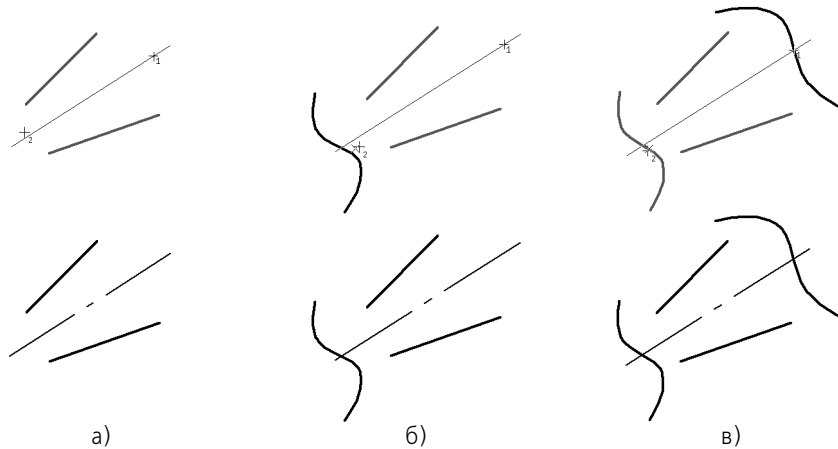

Рис. 28.42. Примеры построения автоосевой
2. Укажите начальную и конечную точки автоосевой (рис. 28.42, а).
Для задания границ автоосевой можно указывать кривые или вспомогательные прямые на чертеже. Границами осевой будут точки пересечения этих линий с прямой, содержащей биссектрису угла (рис. 28.42, б, в).